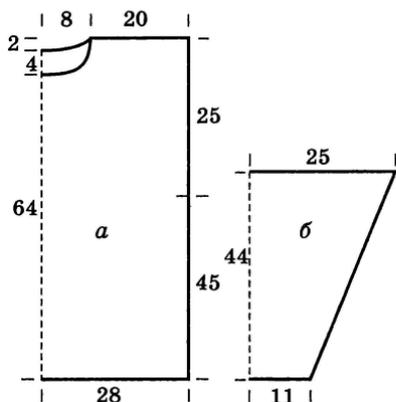

Рис. 87. Выкройки деталей пуловера с жаккардовой полосой: а – 1/2 спинки и 1/2 переда; б – 1/2 рукава
**Примерный расчет** (рис. 87):